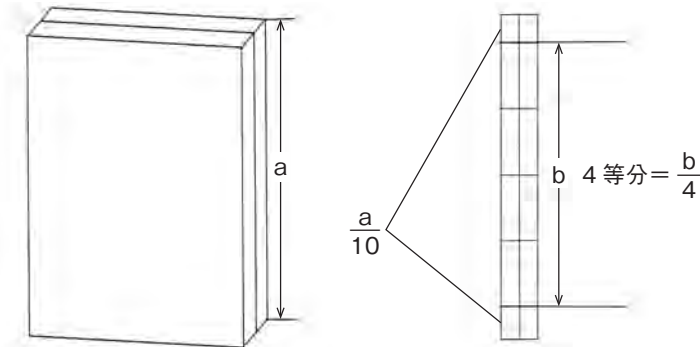

図 11 蝶番の長さの割合
蝶番が来る側面の長さを a とする。 $a/10$ を上下に取り、その残り b を 4 等分する (図 11)。この割合は、基本として屏風の大小にかかわらず同じである。
つまり、六曲一双分では、下記が 10 組必要である (a , b については、上述②蝶番割方計算 図 11 参照)。
⑤ 合差を作成する